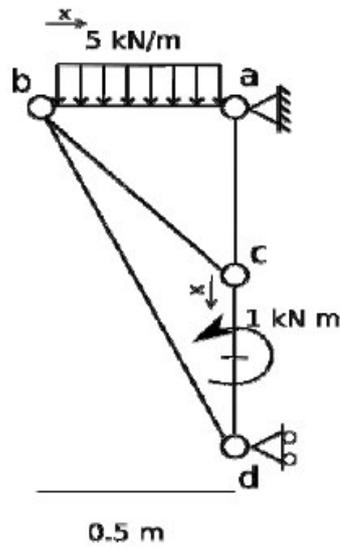

Fig 1
**PROBLEMA 19:** (Examen Junio 2015). Para la estructura de soporte de un toldo se han seleccionado dos estructuras posibles (Fig. 1 y Fig. 2). Dichas estructuras están sometidas al peso del toldo (carga distribuida) y al momento del motor actuador (momento puntual).
- b) De la estructura representada en la Fig. 1, mediante el método de los nudos obtenga los valores